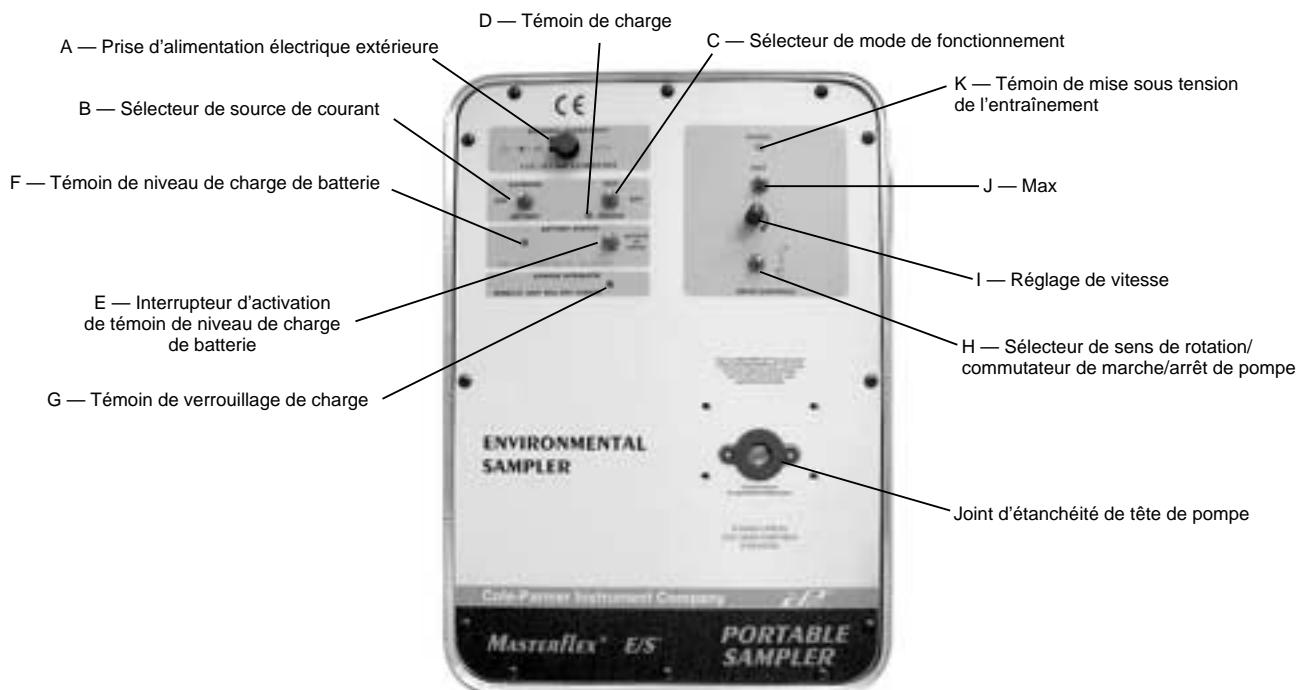

FIGURE 1 PANNEAU DE COMMANDE
- Connecter le bloc d'alimentation/transformateur alternatif-continu à l'entraînement en relevant le couvercle de la prise d'ALIMENTATION ÉLECTRIQUE EXTÉRIEURE (A) et enfoncez la fiche d'alimentation coaxiale de 2,5 mm dans la prise. (Voir Figure 1.)
- A. Placer le sélecteur de source de courant (B) (EXTERNAL/BATTERY, alimentation extérieure/batterie) dans la position « BATTERY ».
- B. Placer le sélecteur de mode de fonctionnement (C) (RUN/CHARGE, marche/charge) en position « RUN ».
- C. Tourner le sélecteur de sens de rotation/commutateur de marche/arrêt de pompe (H) dans le sens horaire ou antihoraire. (Voir Figure 1.) (Lors d'un changement de sens, commencer par mettre l'appareil hors tension en plaçant le sélecteur dans sa position centrale, qui est celle d'ARRÊT.)
- D. Régler le débit de la pompe à l'aide du potentiomètre à 1 tour de réglage de vitesse (I) en tournant celui-ci dans le sens horaire pour augmenter le débit ou dans le sens antihoraire pour le réduire.
- E. Pour « amorcer le tube », basculer l'interrupteur « MAX » (J) vers le haut ou vers le bas pour faire tourner la pompe à la vitesse maximum.
- A. Placer le sélecteur de source de courant (B) (EXTERNAL/BATTERY, alimentation extérieure/batterie) dans la position « EXTERNAL ».
- A. Connecter le bloc d'alimentation/transformateur alternatif-continu à l'entraînement en relevant le couvercle de la prise d'ALIMENTATION ÉLECTRIQUE EXTÉRIEURE (A) et enfoncez la fiche d'alimentation coaxiale de 2,5 mm dans la prise. (Voir Figure 1.)
- B. Raccorder le bloc d'alimentation/transformateur alternatif-continu au secteur. Placer le sélecteur de source de courant (B) (EXTERNAL/BATTERY, alimentation extérieure/batterie) dans la position « EXTERNAL ».
- C. Placer le sélecteur de mode de fonctionnement (C) (RUN/CHARGE, marche/charge) en position « RUN ».
- D. Tourner le sélecteur de sens de rotation/commutateur de marche/arrêt de pompe (H) dans le sens horaire ou antihoraire. (Voir Figure 1.) (Lors d'un changement de sens, commencer par mettre l'appareil hors tension en plaçant le sélecteur dans sa position centrale, qui est celle d'ARRÊT.)
- E. Régler le débit de la pompe à l'aide du potentiomètre à 1 tour de réglage de vitesse (I) en tournant celui-ci dans le sens horaire pour augmenter le débit ou dans le sens antihoraire pour le réduire.
- F. Pour « amorcer le tube », basculer l'interrupteur « MAX » (J) vers le haut ou vers le bas et le maintenir dans cette position pour faire tourner la pompe à la vitesse maximum.